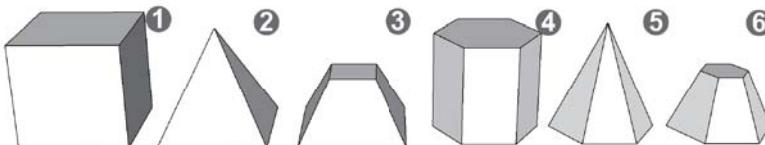

图 1.4.2 平面立体
（2）平面立体。由若干平面围成的基本几何体称为平面立体。平面立体主要有棱柱和棱锥两种。棱柱的棱线互相平行，如图 1.4.2 ①与④所示，棱锥的棱线交于一点，如图 1.4.2 ②与⑤所示，棱锥被截顶则形成“棱台”（截台），如图 1.4.2 中的③和⑥所示。